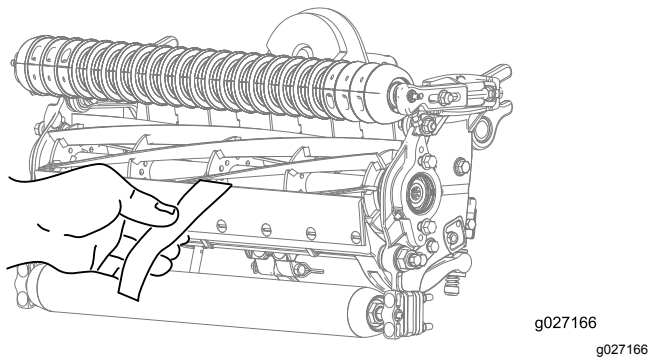

図 10
12. 切れ味確認用のトロ製試験ペーパーを一枚、リールと下刃との間に、下刃に対して直角になるように差し入れて、カッティングユニットの切れ味をテストする 図 10。ゆっくりとリールを回転させるこれで紙が切れれば合格である。